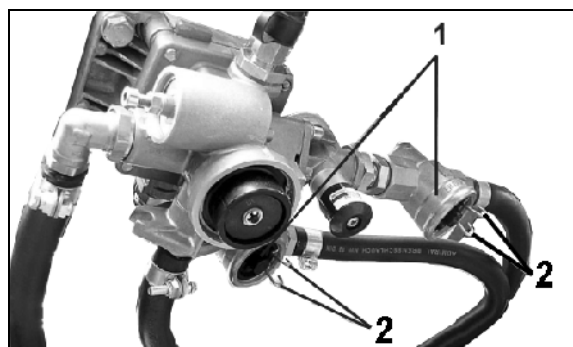

Fig. 73
To ledningsfiltre (Fig. 73/1) rengøres for hver 3 måneder (ofte ved vanskelige indsatsbetingelser). Det gøres på følgende måde:
- (1) Tryk de to lasker (Fig. 73/2) sammen, og tag lukkestykket med O-ring, trykfeder og filterindsats ud.
- (2) Rengør (vask) filterindsatsen med benzin eller fortynder, og tør den med trykluft.